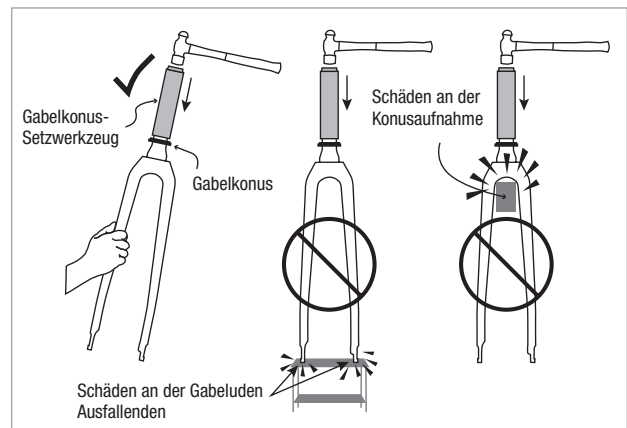

Abbildung 1
- ▲ WARNUNG:** Stellen Sie die Gabel nicht auf die Ausfallenden und halten Sie die Gabel nicht am Konussitz, wenn Sie den Konus installieren. Dadurch kann die Gabel beschädigt werden (Abb. 1).
- Halten Sie die Gabel mit einer Hand (Abb. 1) und installieren Sie mithilfe eines Sternmutter-Setwerkzeugs und eines Hammers eine neue Sternmutter (Abb. 7).